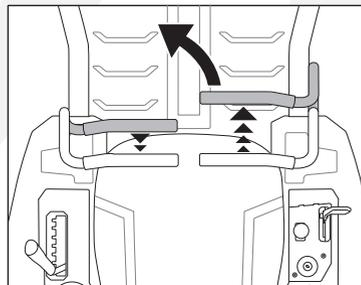

Fig.16B
2. Para girar a la izquierda, mueva la palanca de mando de marcha izquierda hacia atrás de la palanca derecha. (Fig.16B)